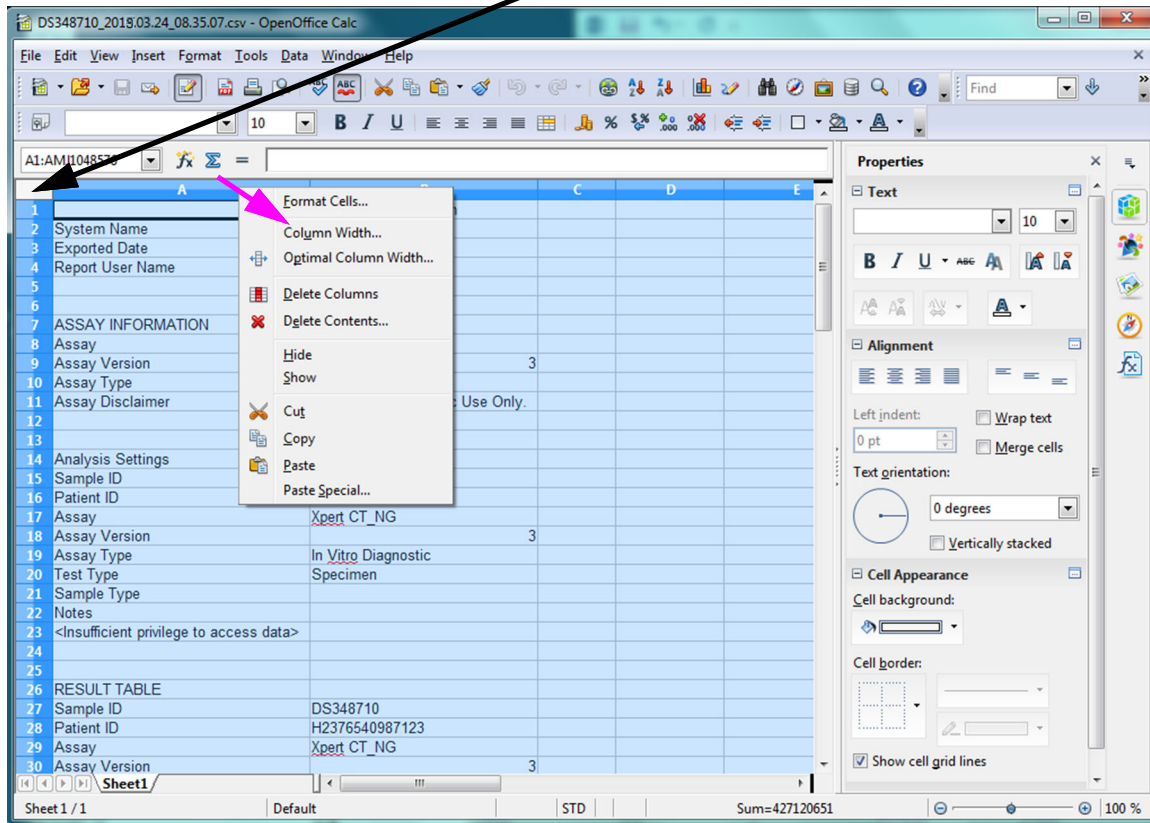

Figura 5-66. Meniu vertical pentru selectarea opțiunii Lățime coloană
5. Faceți clic dreapta pe antetul coloanei. Apare un meniu vertical în partea dreaptă a coloanei (consultați Figura 5-66).